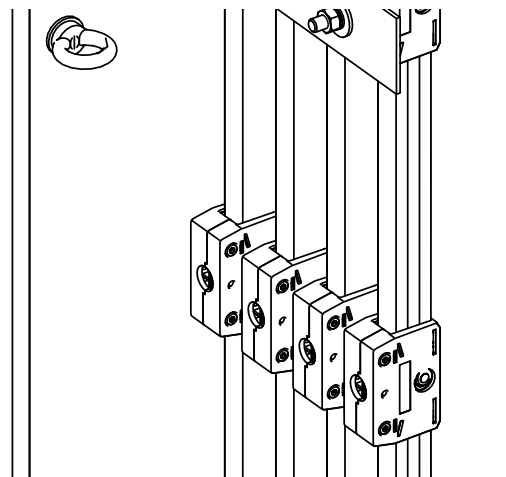

Abb. 40: Gehäusehälften der Fangvorrichtung an allen Polen montiert
- An allen weiteren Schleifleitungspolen die Gehäusehälften montieren (siehe Abb. 40).